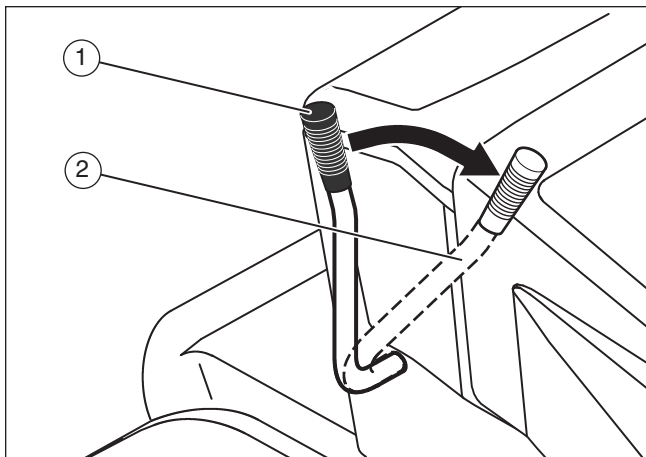

Figura 8
2. Mettere il comando di rotazione della lama in posizione DISINNESTO (1) (Figura 8).
10. Mettere il comando di rotazione della lama in posizione INNESTO (2) (Figura 8).